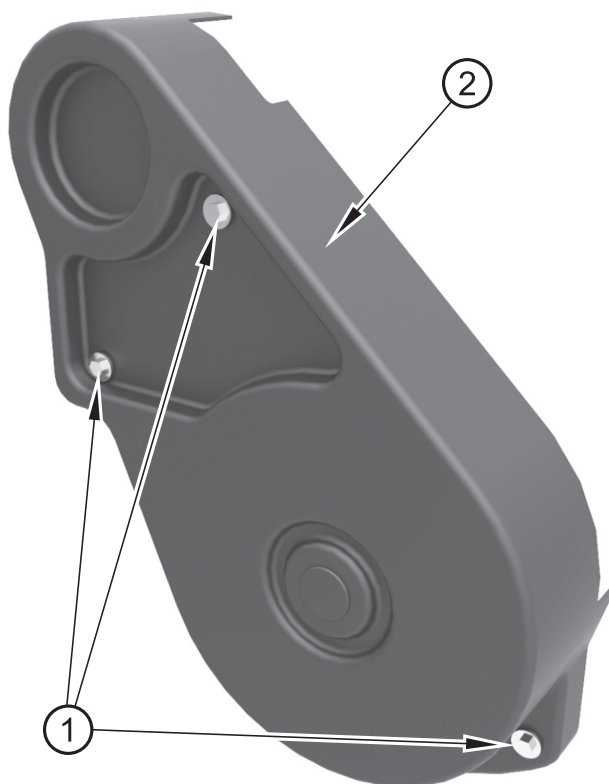

Figura 12
1. Afloje los pernos (figura 12, elemento 1) y retire la protección (elemento 2).